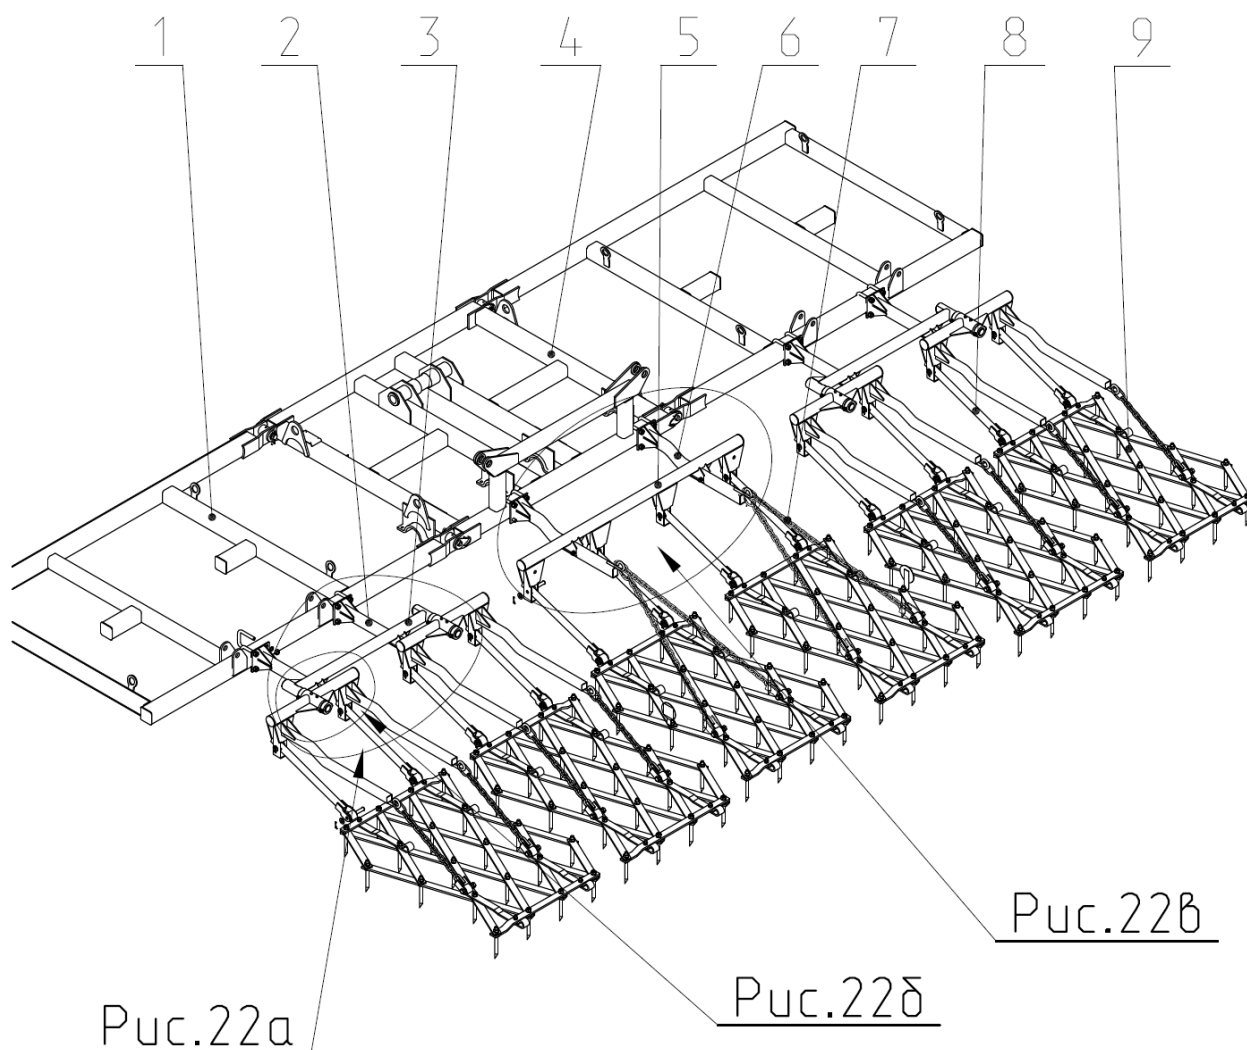

Рис.22 Приспособление для навески зубовых борон.
2.25. Приспособление для навески зубовых борон (рис.22) состоит из штанг 2,3 закрепленных на раме культиватора скобами 1, понизителей 5 и поводков 8, предназначенных для крепления борон.
Рис.22а Установка на крыльях.
Рис.22б Держатель
Рис.22в Навеска зубовых борон.